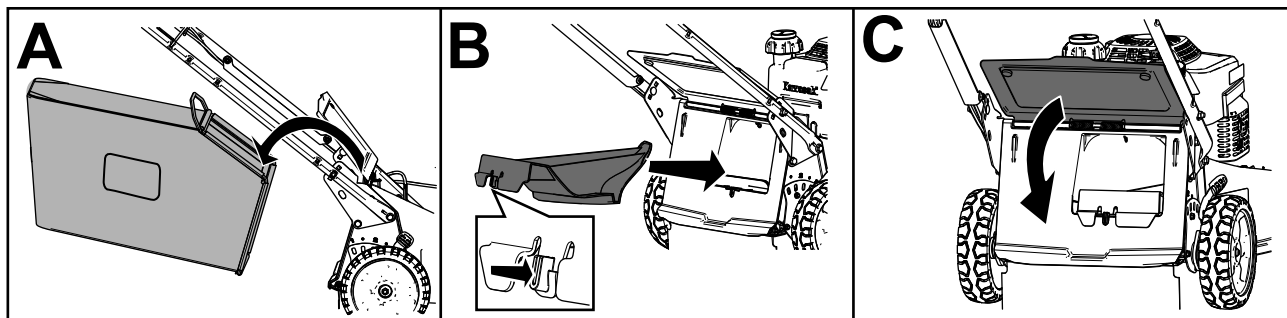

Figura 20
- Si la bolsa de recogida está instalada en la máquina, retírela (Figura 20, A).
- Si el tapón de descarga trasera no está instalado, sujételo por el asa, eleve el deflector trasero e introdúzcalo en el conducto de descarga trasera hasta que el enganche encaje en su sitio (Figura 20, B).
3. Retire la varilla de la bolsa de recogida de las muescas de la base del manillar (Figura 20, A).
4. Instale el tapón de descarga (Figura 20, B).
5. Baje el deflector trasero (Figura 20, C).